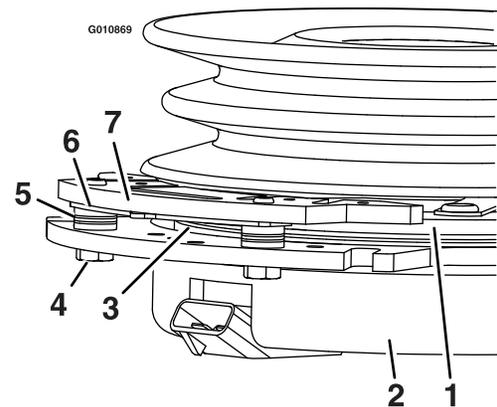

**Figura 63**
3. Retire el tapón guardapolvo de la rueda giratoria y apriete la contratuerca (Figura 63).
4. Apriete la contratuerca hasta que las arandelas de muelle estén planas, luego afloje 1/4 de vuelta para establecer la pre-carga correcta de los cojinetes ( ).Figura 63
**Importante:** Asegúrese de que las arandelas de muelle están correctamente instaladas, según se muestra en Figura 63.
5. Coloque el tapón guardapolvo (Figura 63).